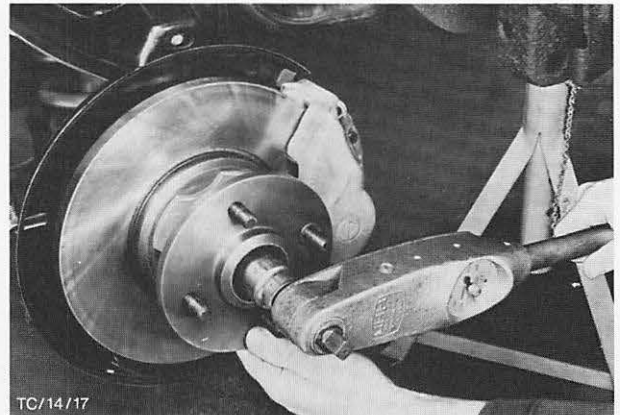

Abb. 23 Einstellmutter – Vorderradlager mit vorgeschriebenem Drehmoment anziehen
10. Einstellmutter bei gleichzeitigem Drehen der Radnabe mit einem Drehmoment von 37 Nm (3,7 kpm) anziehen, Abb. 23. Einstellmutter um 90° zurückdrehen, damit ein Axialspiel von 0,03 . . . 0,13 mm sichergestellt wird. Das Axialspiel sollte gerade fühlbar sein.